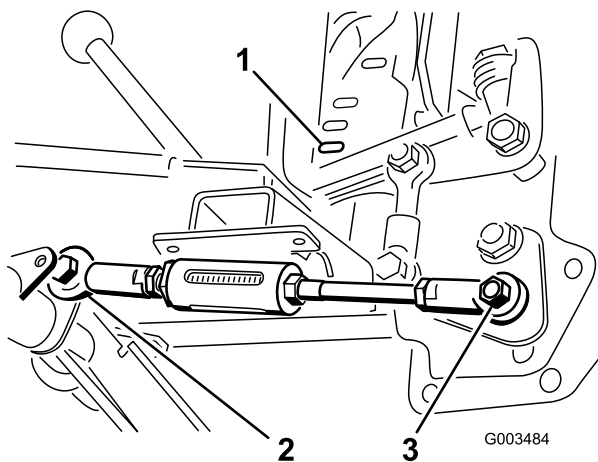

図 8
6. 昇降ハンドルを動かしてボールジョイントの穴を調整用ロッドレバーの右側に合わせ、ロッドをレバーに固定する；ボルト（1/2 x 1-1/2 インチ）とロックナット（1/2 インチ）を使用し、図 8 のように固定する。